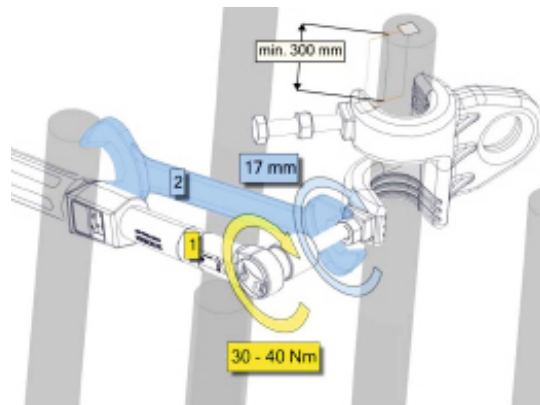

Figura 6. Instalación del punto en la barra
Sujetando el punto PAT187 se deben apretar ambos tornillos de fijación mediante una llave dinamométrica (1) con un par de 30-40 Nm. Figura 6. A continuación impedir mediante la contratuerca la posibilidad de aflojamiento de los tornillos con una llave plana de tamaño 17 mm (2).